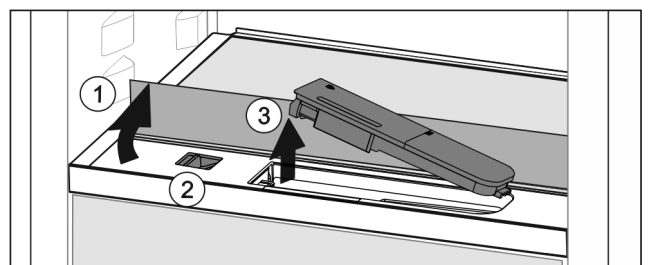

Fig. 127
- ▶ Levante la plancha de cristal y pliéguela hacia atrás hasta que haga tope *Fig. 127 (1)*.
- ▶ Desplace el control deslizante *Fig. 127 (2)* hacia la izquierda.
- ▶ Retire el depósito de agua *Fig. 127 (3)*.